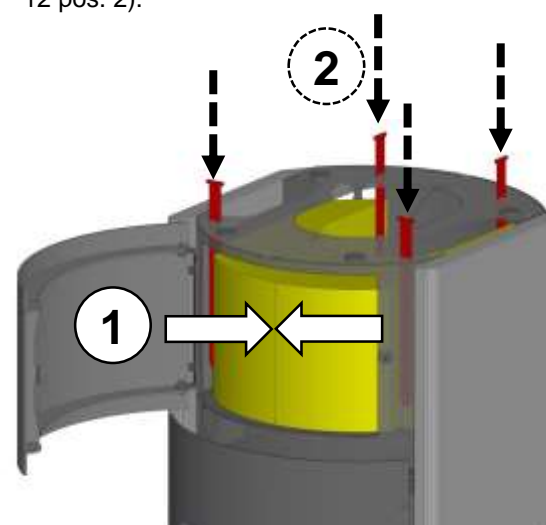

Fig. 12 : monter les goupilles de sécurité
7. Pousser l'une contre l'autre les deux pierres accumulatrices dans la partie avant (Fig. 12 pos. 1) et les positionner droites. Réintroduire ensuite les quatre goupilles de sécurité des pierres accumulatrices (Fig. 12 pos. 2).